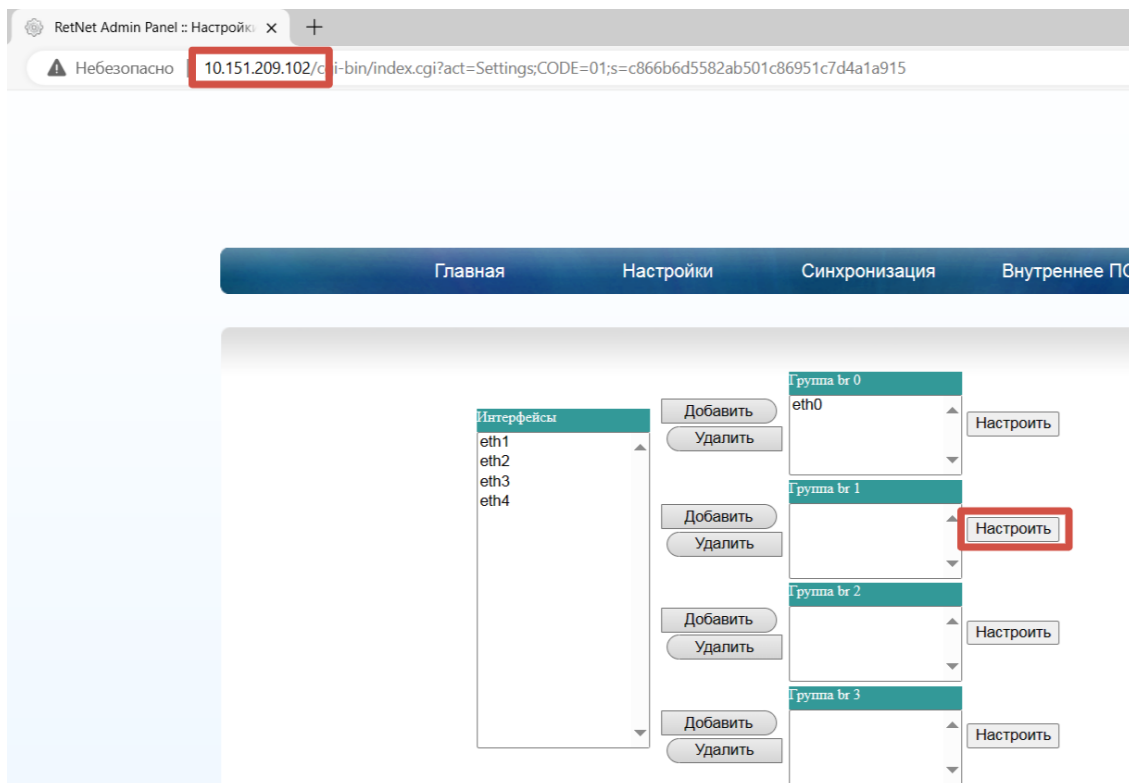

Рис. 74. Настройка сетевых параметров
- 31) Перейти на страницу: Настройки → Сеть (рис. 74).
33) Для настройки группы, нажать кнопку «Настроить» напротив этой группы br1. (рисунок 74).